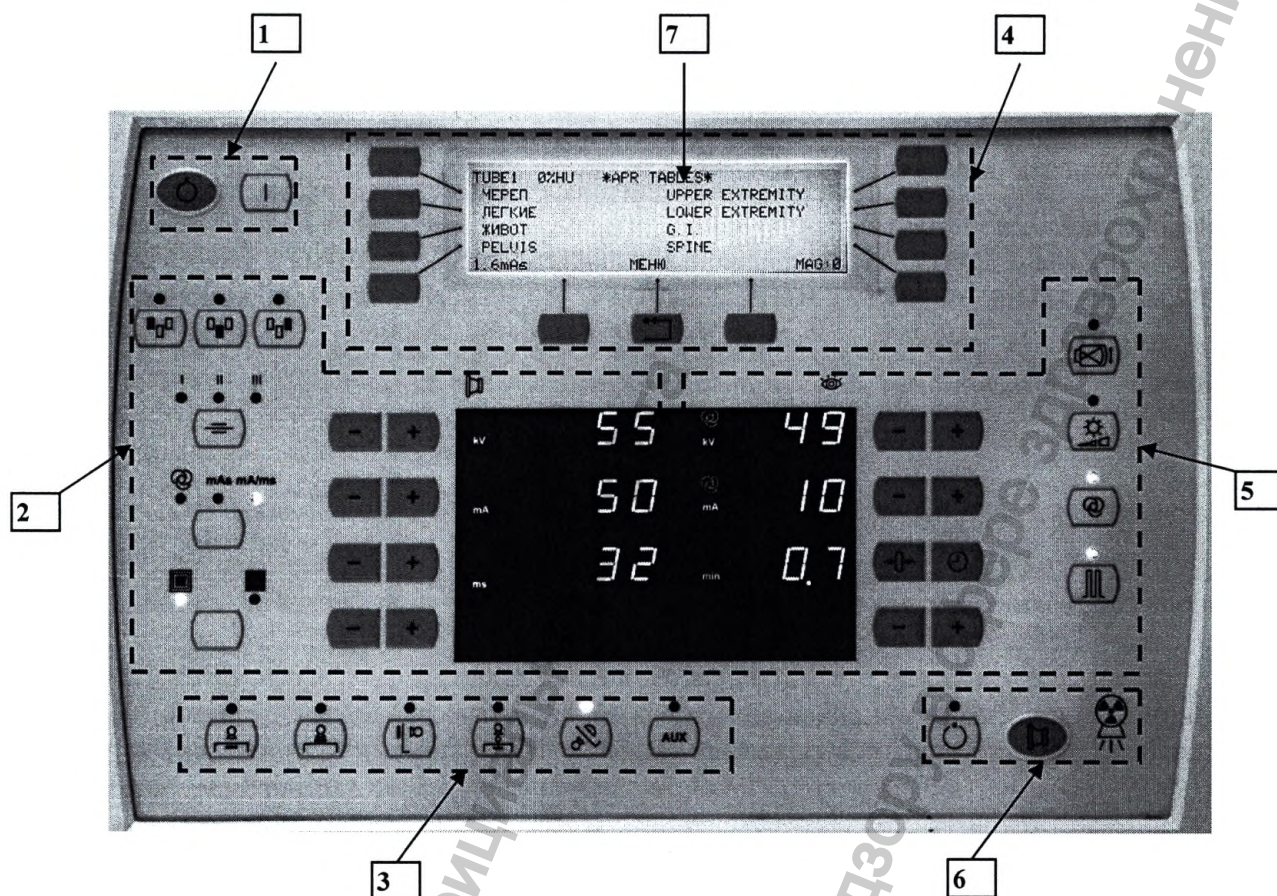

Рисунок 4.8 – Пульт управления РПУ
- пульта управления (см. Рисунок 4.8);
Установка (задание) параметров РПУ, разрешение на включение высокого напряжения на трубку осуществляется программным способом с компьютера лаборанта АРМ-1. С пульта управления РПУ (см. Рисунок 4.8) осуществляется корректировка и визуальный контроль установленных параметров съемки, включение высокого напряжения на трубку.
Органы управления РПУ могут быть разделены по группам (см. Рисунок 4.8):